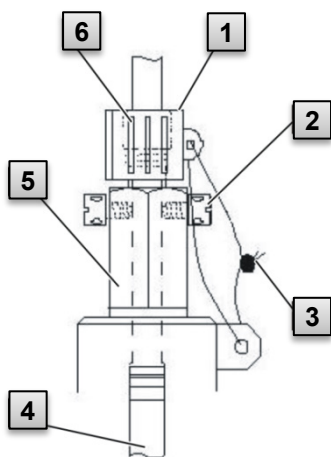

Fig. 15
3. Faire plomber la sonde de température à l'aide d'une douille de plombage **1** et du plombage en fil métallique **3** conformément à Fig. 15 par un technicien d'étalonnage.